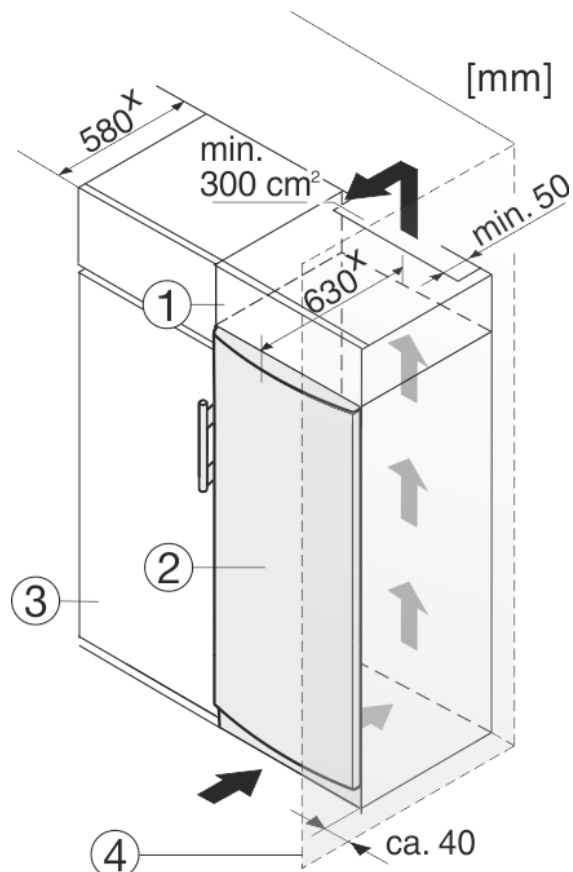

Fig. 9
A készüléket körbe lehet építeni konyhaszekrényekkel. Rá lehet szerelni egy rátétszekrényt *Fig. 9 (1)*, hogy a készüléket *Fig. 9 (2)* a konyhabútorok magasságához igazítsa.
Ha a berendezést (max. 580 mm mélységű) konyhaszekrényekkel építi körül, akkor közvetlenül a konyhaszekrény *Fig. 9 (3)* mellett is felállíthatja. A készülék oldalirányban 34 mm x, a közepétől pedig 50 mm x távolságban nyúlik túl a konyhaszekrény előlapjához képest.
Mikor a berendezést a csuklópántokkal egy fal *Fig. 9 (4)* mellett állítja fel, akkor a berendezés és a fal közti távolság legalább 40 mm legyen. Ez nyitott ajtó esetén megfelel a fogantyú túlnyúlásának.